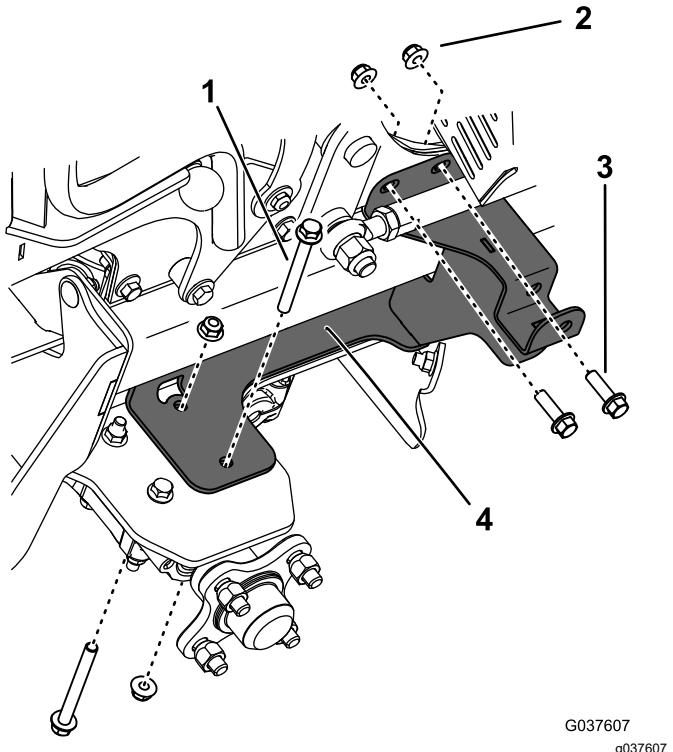

Figura 11
9. Rimuovete i 2 bulloni anteriori e i 2 dadi dalla staffa del supporto destro e i 2 bulloni anteriori e i 2 dadi dal pannello del piantone destro (Figura 11).
10. Utilizzate i bulloni e i dadi che avete rimosso nel passaggio 9 per montare la staffa del supporto destro e la protezione della ventola al telaio (Figura 11). Serrate i bulloni a un valore compreso tra 37 e 45 N·m.